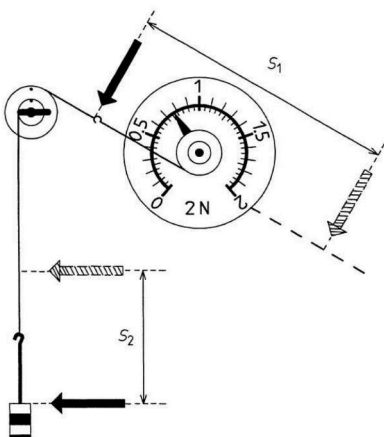

Abb. 2
- Setze den Kraftmesser auf die Demo-Tafel auf und messe die Gewichtskraft $F_G = F_2$ für den belasteten Gewichtsteller; notiere F_2 (1)
- Baue den Versuch entsprechend Abb. 2 auf; hänge den Gewichtsteller an die Schnur, die über das kleine Rad gewickelt ist, an.
- Messe die Kraft F_1 , die für das Gleichgewicht am Wellrad erforderlich ist; notiere F_1 und F_2 unter (2)